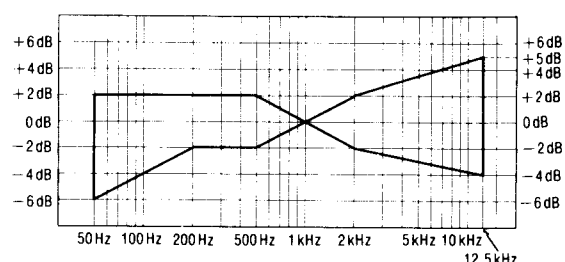

Abb. 8
6. Anschließend das auf der CrO₂-Leerband-Cassette (QZZCRX) und der Reineisenband-Leercassette (QZZCRZ) aufgezeichnete Signal auf 12,5 kHz erhöhen und auf gleiche Weise justieren, wie vorgehend beschrieben. Dann überprüfen, ob der Frequenzpegel innerhalb des in Abb. 8 gezeigten Bereichs liegt.